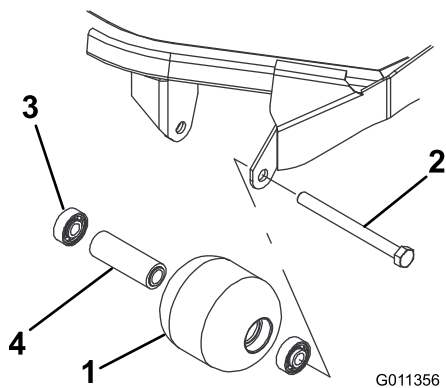

Figura 68
1. Retire el perno de montaje del rodillo (Figura 68).
- Inspeccione el alojamiento del rodillo, los cojinetes, y el espaciador del cojinete (Figura 68). Cambie cualquier componente dañado y vuelva a montar el conjunto.
- Introduzca a presión el primer cojinete en el alojamiento del rodillo (Figura 68). Haga presión solamente sobre el anillo de rodadura exterior, o de forma igual sobre el anillo exterior y el interior.
- Introduzca el espaciador (Figura 68).
- Introduzca a presión el segundo cojinete en el alojamiento del rodillo (Figura 68) haciendo presión igualmente sobre el anillo de rodadura interior y el exterior hasta que el anillo de rodadura interior entre en contacto con el espaciador.